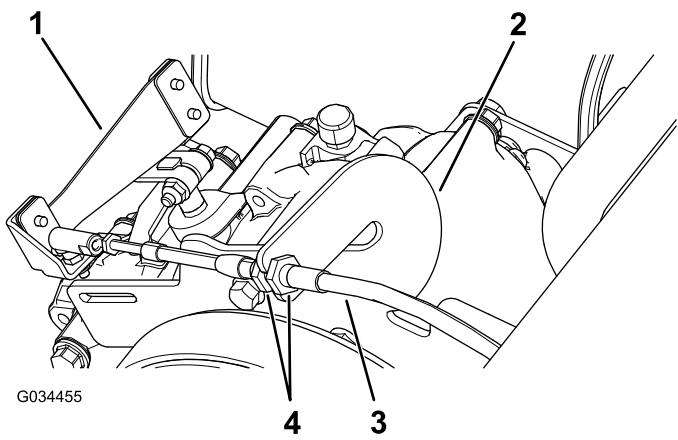

Figura 58
1. Afloje las contratuerca del cable del cambio de marchas y ajústelas según sea necesario (Figura 58).
2. Compruebe la posición del cambio de marchas girando el selector de marchas a las 3 posiciones diferentes y compruebe si la palanca de cambios (Figura 58) se desplaza correctamente al cambiar de marcha; consulte Palanca de cambios e indicador del cambio de marchas (página 11).